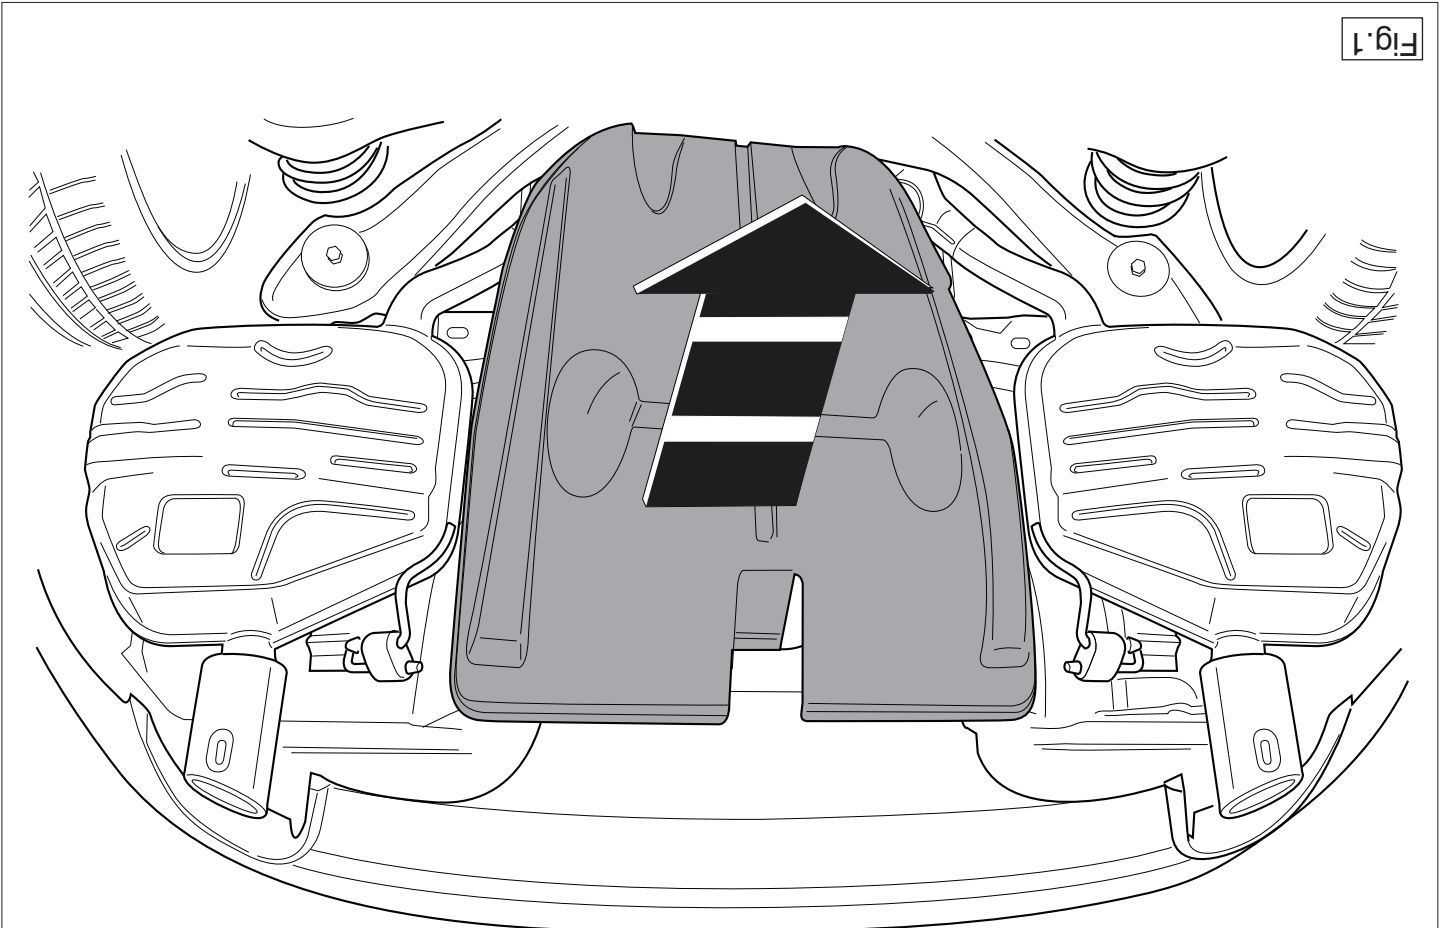

Fig.1
1. Remove, if present, the plastic cover plate in the centre on the underside. See figure 1.
1. An der Unterseite in der Mitte, falls vorhanden, die Abdeckplatte aus Kunststoff demontieren. Siehe Abbildung 1.
1. Démontez, si présent, la plaque de recouvrement en plastique au milieu de la partie inférieure. Voir la figure 1.
- Demonter, om de findes, kunststof dækkepladen midt på undersiden. Se fig. 1.
- Снять, если имеются, пластмассовую закрывающую пластину снизу в середине. См. рисунок 1..